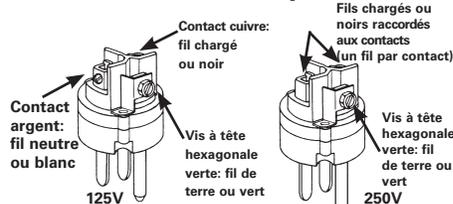

Figure 5
5. Raccorder les conducteurs (voir la figure 5).